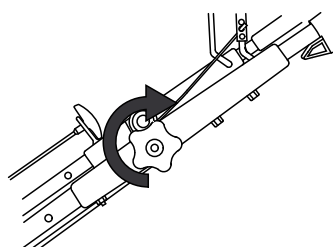

Рисунок 4
2. Как можно туже затяните головку верхней части рукоятки (Рисунок 4).